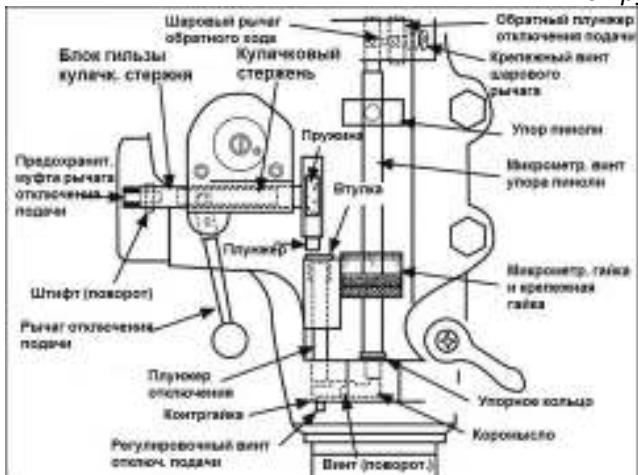

Рисунок 21
- с. Поверните накидную гайку переходника консоли (B, Рис. 21), чтобы наклонить головку вперед или назад. Для установки головки под требуемым углом воспользуйтесь шкалой на переходнике подвижной консоли.
Механизм рычага выключения подачи требует регулировки при износе или при замене какого-либо компонента механизма (рис. 21).